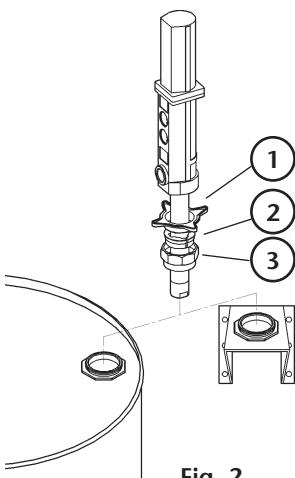

Fig. 2
These pumps can be mounted directly on drums or on a wall bracket fitted with a 2" bung (Fig 2). Loose the star nut (1) of the bung adaptor to remove the inferior nut (3), and screw this into the 2" bung opening of the drum or bracket. Place the star nut (1) and the split collar (2) on the suction tube. Lower the pump through the opening and fasten the assemble at the desired height by tightening the star nut (1).
Las bombas pueden ser montadas directamente sobre bidones o sobre un soporte mural que disponga de rosca 2"BSP H (Fig. 2). Afloje la tuerca en estrella (1) del adaptador para extraer la parte inferior del mismo (2) y roscarla en el brocal de 2" del bidón o del soporte. Coloque la tuerca en estrella (1) y la mordaza (2) del adaptador en el tubo, introduzca la bomba por el brocal y apriete el conjunto a la altura deseada.
Les pompes peuvent être installées directement sur fût ou sur un support mural muni d'un raccord 2" BSP (F) (Voir Fig. 2). Desserrer le raccord en étoile (1) de l'adaptateur pour extraire la partie inférieure de ce dernier (2) et la fixer à l'orifice 2" du fût ou du support. Placer le raccord en étoile (1) ainsi que le mordant (2) de l'adaptateur dans le tube et introduire la pompe par l'orifice du fût ou du support en serrant l'ensemble des éléments à la hauteur désirée.
Die Pumpen können direkt auf das Fass oder auf eine Wandhalterung mit 2"-Verschraubung montiert werden. (Bild 2)